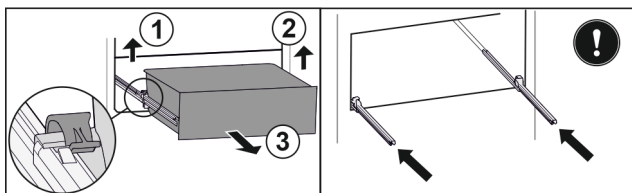

Fig. 89
- ▶ Dvignite levo spojko in hkrati povlecite predal levo naprej. Fig. 89 (1)
- ▶ Dvignite desno spojko in hkrati povlecite predal desno naprej. Fig. 89 (2)
- ▶ Predal vzemite ven v smeri naprej. Fig. 89 (3)